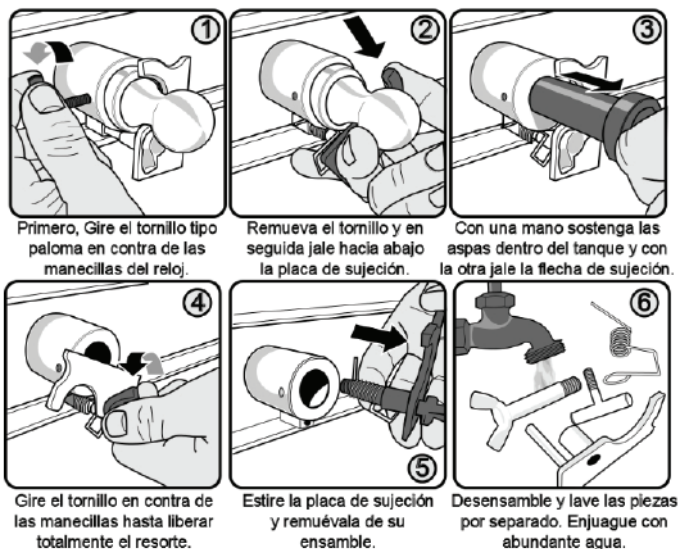

FIG. 9 PASOS PARA REMOVER Y LIMPIAR EL SISTEMA DE SUJECIÓN DE LAS ASPAS
Cómo desensamblar la unidad de Mezclado (Es necesario liberar el sistema de sujeción, ver Fig. 9).
- 2.- Abra la tapa del tanque (19).
- 3.- Remueva y limpie las aspas y su sistema de sujeción (Ver Fig. 9).
- 5.- Limpie bien entre las uniones y las cavidades de los empaques (10) y (11) para evitar que los restos de carne alojados se lleguen a pudrir creando condiciones insalubres.